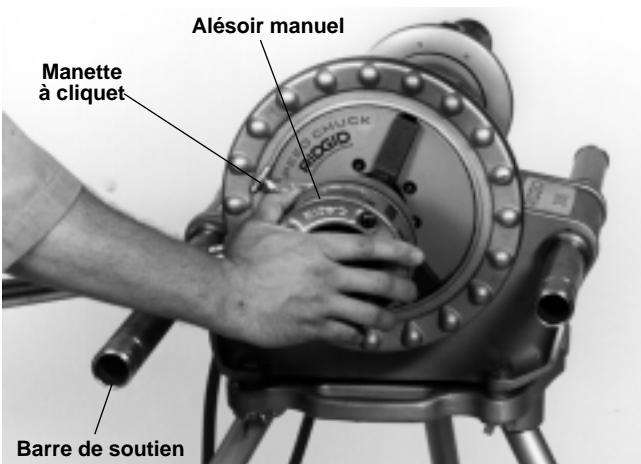

**Figure 4 – Coupe des tuyaux à l'aide du coupe-tubes manuel**
3. Reposez le châssis du coupe-tubes sur le bras de soutien (*Figure 4*) situé du côté interrupteur de l'appareil. Serrez la poignée de la vis d'alimentation.
6. Serrez progressivement la poignée de la vis d'alimentation (*Figure 4*) avec vos deux mains jusqu'à ce que le tuyau soit complètement sectionné.
6. Repoussez la barre de soutien (*Figure 4*) du côté interrupteur.